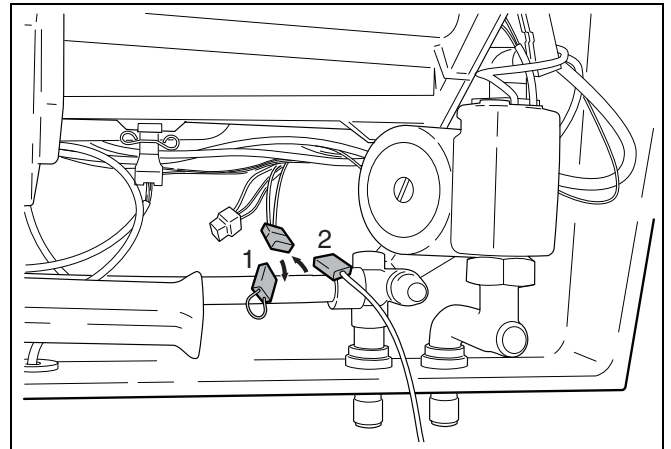

Abb. 22 Warmwasserfühler FW für externen Speicher-Wassererwärmer
- Brückenstecker entfernen (Abb. 22, Pos. 1).
- Verlängerungskabel, 3 m Länge (Abb. 22, Pos. 2), für Warmwasserfühler an den Stecker anschließen und Fühler in den Speicher montieren.